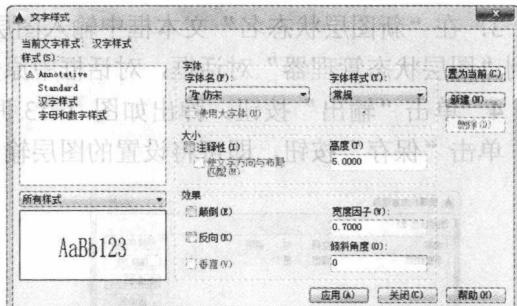

图 1-17 创建“汉字样式”
5. 在“字体名”下拉列表中选择“仿宋”选项，保留“高度”文本框的设置 5.000 和“宽度比例”文本框的设置 0.7000 不变，在“倾斜角度”文本框中输入 0，如图 1-17 所示。